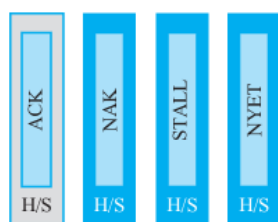

图 15.15 握手数据包的指示
(3) 握手数据包: 握手数据包指示数据操作的结束。每个握手数据包都带有一个 8 位数据包 ID,并由传输中的接收方发送,如图 15.15 所示。不同 USB 速度都有不同的握手数据包响应选项。所支持的类型由 USB 速度决定: